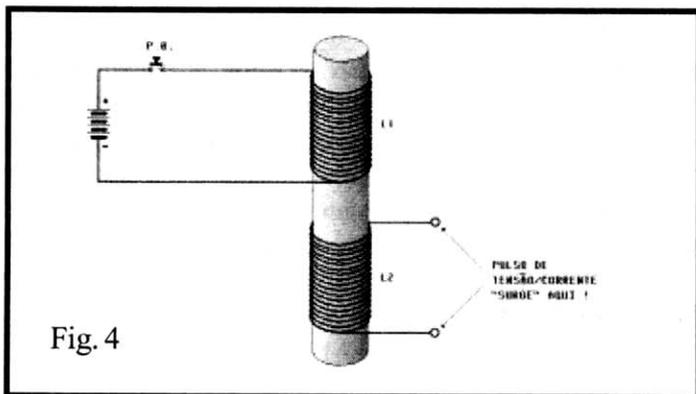

Fig. 4
- FIG. 4 - OTIMIZANDO A TRANSFERÊNCIA DE ENERGIA ENTRE OS ENROLAMENTOS - É possível melhorar ainda mais essa transferência indutiva de energia de um enrolamento para o outro se, ao invés de realizarmos cada uma das bobinas sobre um núcleo distinto (colocando-os bem próximos um do outro...), simplesmente enrolarmos das duas bobinas sobre o **mesmo** núcleo!